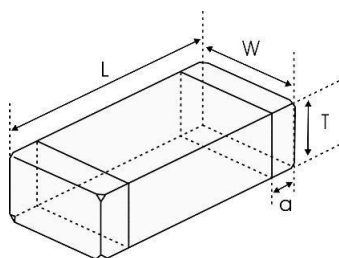

图 1 Fig.1
- 尺寸: 见图 1 和表 1
- Dimensions: See Fig.1 and Table 1.